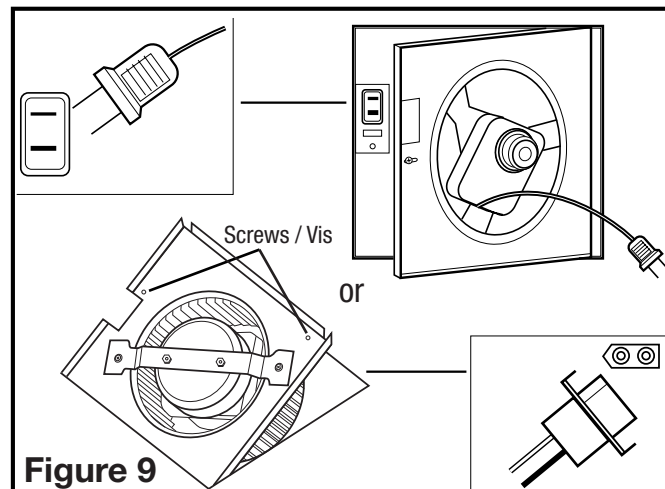

Figure 9
1. Reinstall the fan's venturi by holding it at approximately a 45 degree angle, hook the two tabs on the venturi into the slots on the housing and secure in place by tightening the venturi screw(s). Rotate the blower wheel by hand to ensure it spins freely. Now plug the fan motor into the receptacle (**Figure 9**)
1. Réinstaller le venturi du ventilateur en le tenant à un angle d'environ 45 degrés, accrocher les deux onglets sur le venturi dans les fentes sur le cabinet et fixer en place en serrant les vis du venturi. Faire tourner la roue de la soufflante à la main pour s'assurer qu'elle tourne librement. Maintenant, connecter le moteur du ventilateur dans le réceptacle (**Figure 9**).